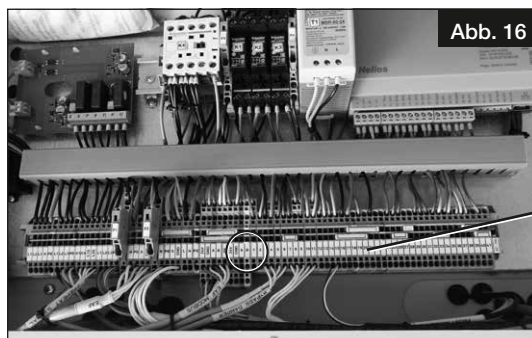

Abb. 16
3. Leitung des Bedienteils mit den markierten Anschlusspunkten im Klemmenkasten (Abb. 16) entsprechend dem Anschlussplan anschließen.